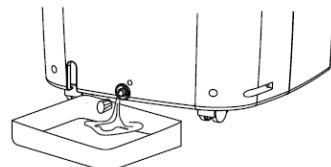

Fig.7
- Spegnere l'apparecchio ed estrarre la spina. Per svuotare il serbatoio dell'acqua, rimuovere i tappi di scarico dell'acqua, situati sul lato inferiore dell'apparecchio, e lasciar defluire l'acqua in un recipiente. Al successivo avviamento, l'apparecchio funzionerà regolarmente (Fig.7).